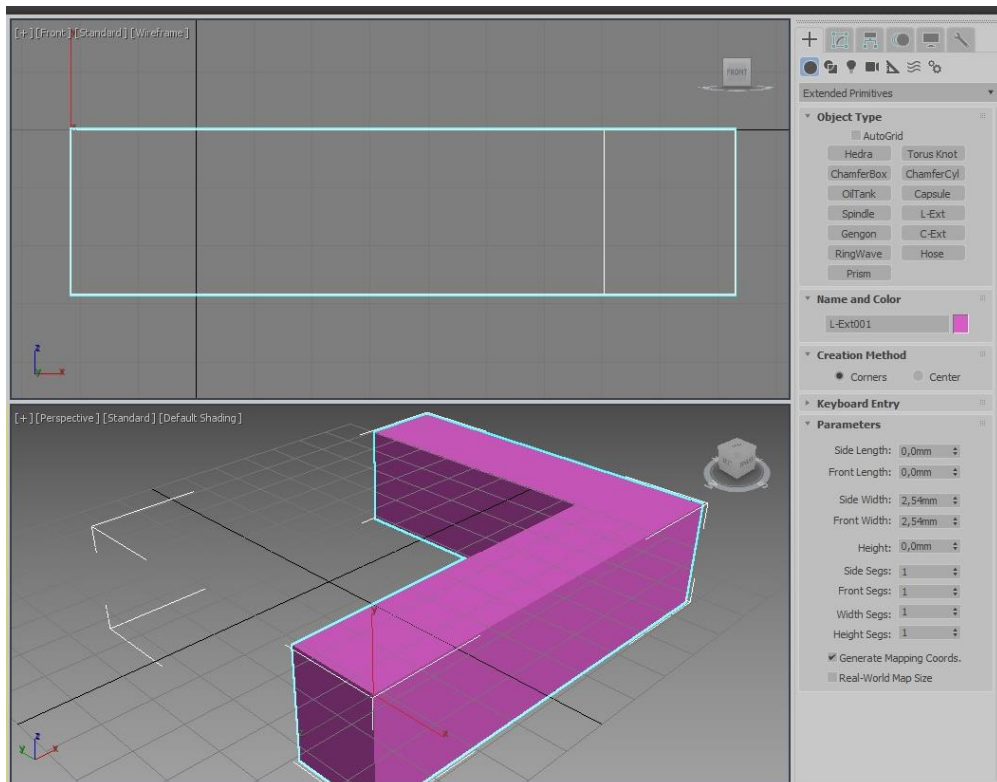

Рисунок 2.30 – *L - Extrusion* (Тело *L*-экструзии)
8) *L - Extrusion* (Тело L-экструзии) (Рисунок 2.30).